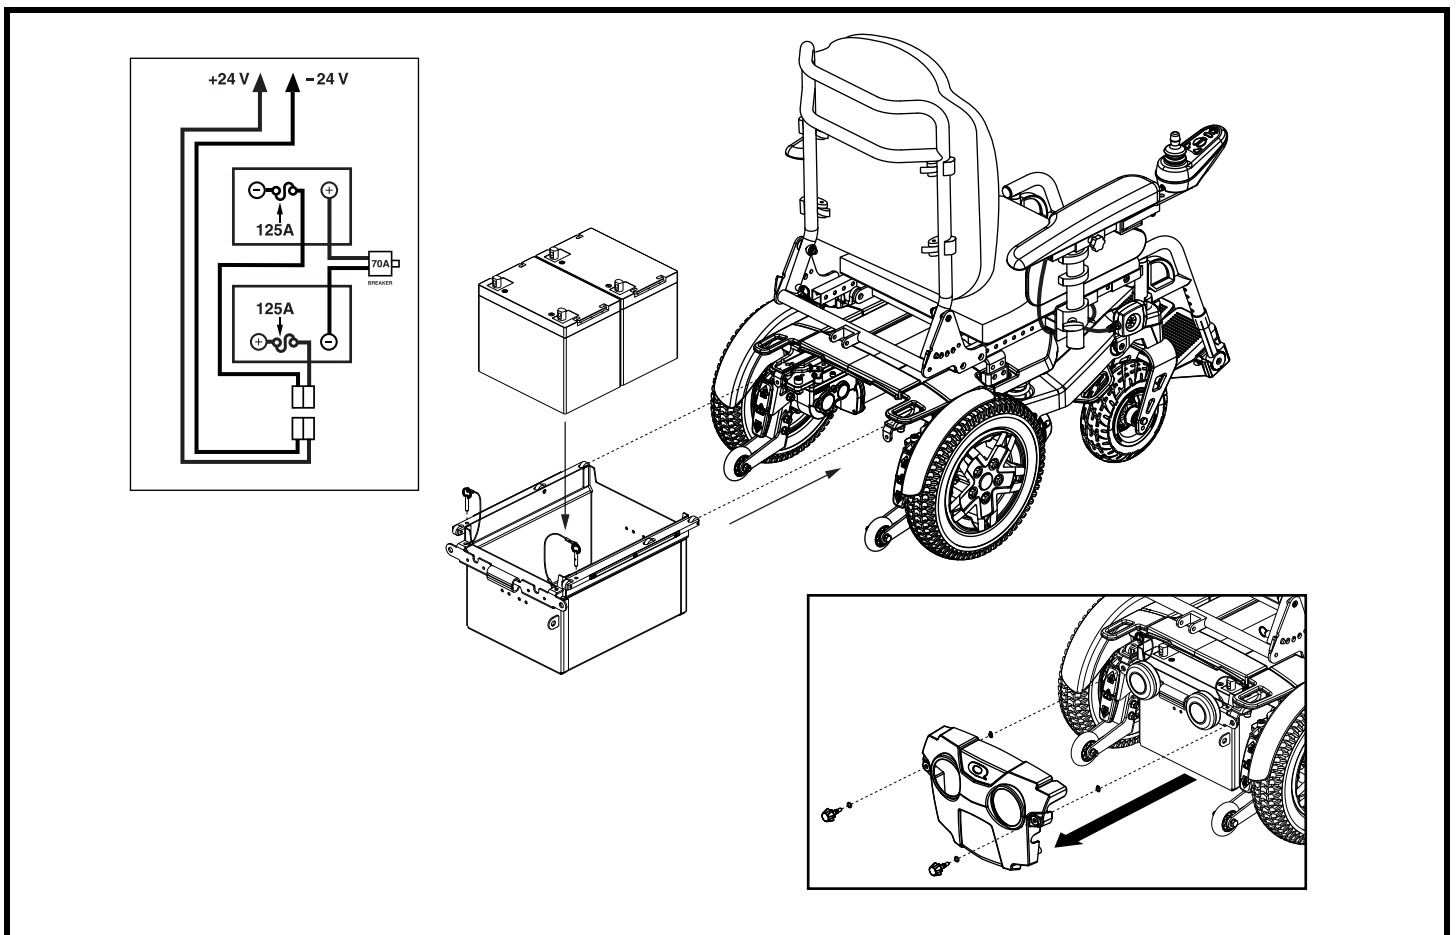

Figure 26. Remplacement des batteries
Un schéma de câblage des batteries figure sur l'auto-collant situé sur la porte du compartiment à batteries. Voir la figure 26. Vérifiez le Tableau des Spécifications pour les informations relatives à votre type de batterie.
3. Desserrer les boutons de la batterie et retirer l'arrière de la porte. **Voir la figure 26.**
4. Tirer et retirer les goupilles de sécurité du support de la batterie. **Voir la figure 26.**
5. Repérez les connexion rapides de la batterie sur la structure et déconnectez. **Voir la figure 26.**
10. Connectez les connexion rapides des batteries conformément au diagramme de câblage situé sur la structure. **Voir la figure 26.**